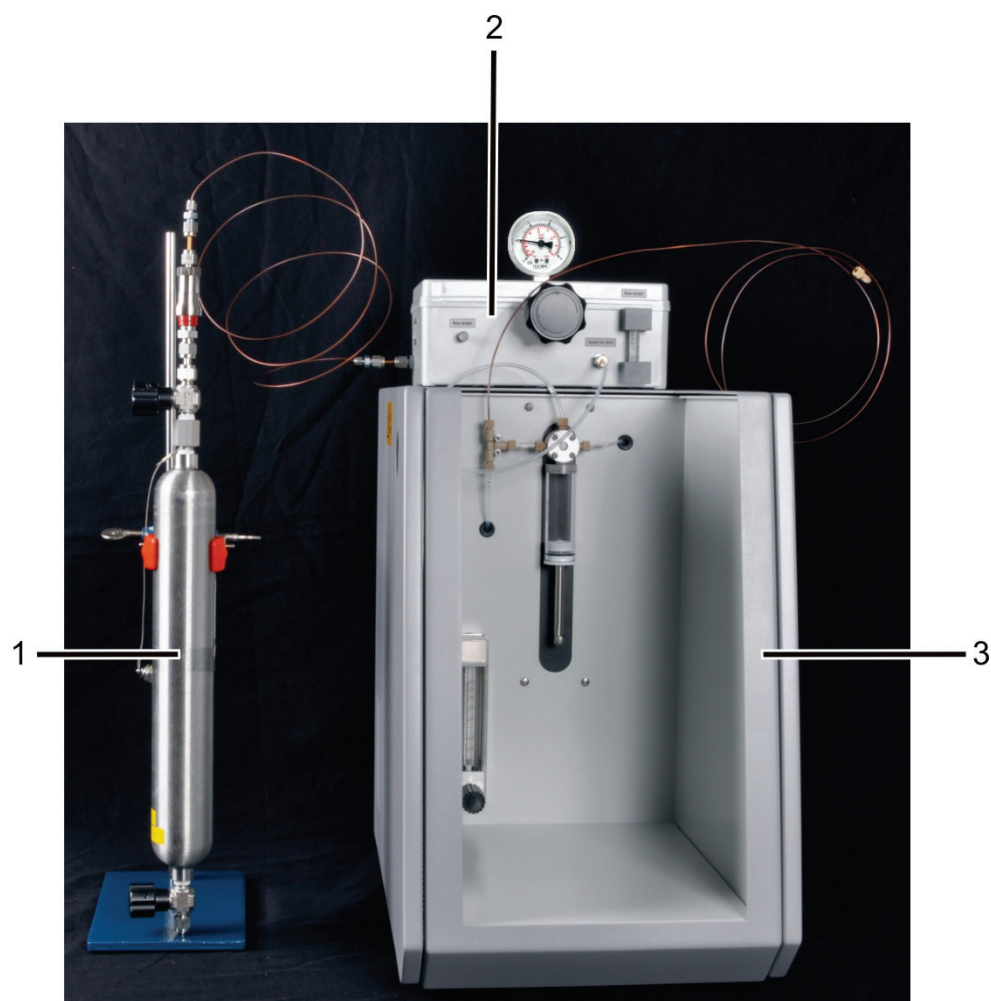

Bild 16 GSS Modul mit GSS Adapterbox und Probenzylinder
- Den Probenbehälter – wie auf der Abbildung dargestellt – in die Halterung (1) am Stativ einspannen.
- Probenbehälter mit Stativ neben dem GSS Modul aufstellen (→ Bild 16).